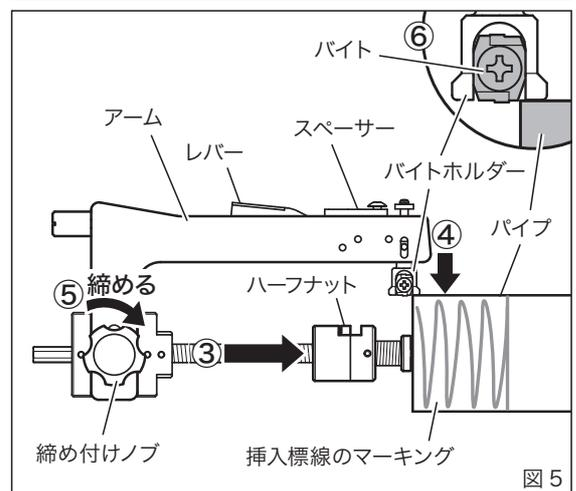

図 5
- ③ ハーフナットを押しながらアーム部をクランプ部に差し込みます。(図 5)
- ④ 締め付けノブを緩めた状態でアームの高さを調整し、バイトホルダーをパイプの端に当てます。(図 5)
- ⑤ 締め付けノブを締め付けます。
- ⑥ レバーを握りながらスペーサーを回転させ、レバーを離してバイトをパイプに押し当てます。(図 5)